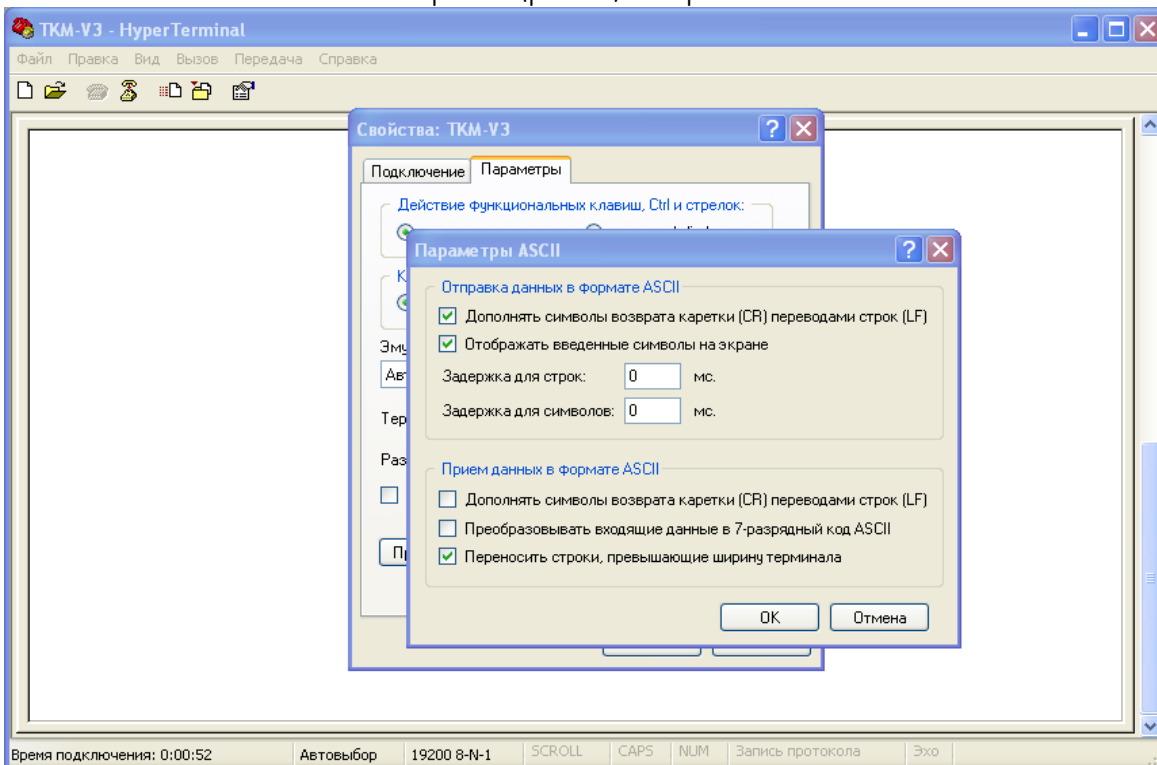

Рис.3.4. Включение режима «Эхо».
Теперь введите параметры COM-порта: скорость – 19200бит/с, биты данных – 8, чётность – нет, стоповые биты – 1, управление потоком – нет. Нажмите «ПРИМЕНИТЬ» и попадёте в окно терминала. Для удобства включите режим «Эхо». Для этого откройте меню: «Файл->Свойства» и во вкладке «Параметры» нажмите кнопку «Параметры ASCII...». Там в окне «Отправка данных в формате ASCII» установите флажки «Дополнять символы возврата каретки (CR) переводами строк (LF)» и «Отображать введённые символы на экране» (рис.3.4). Закройте свойства нажатием на кнопку «ОК».